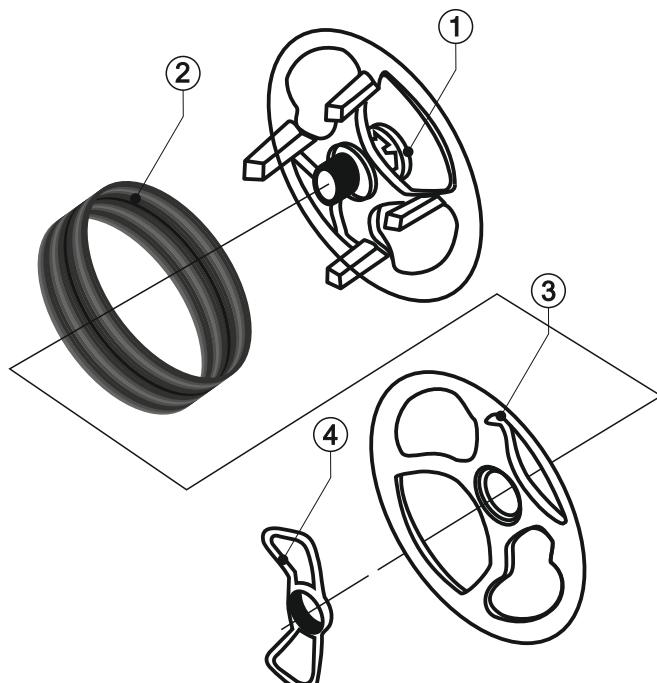

рис.3.6
Устройство загрузки сварочной проволоки представлено на рис.3.6.
Поскольку для сварки под флюсом используется сварочная проволока большого диаметра (до 6мм) масса мотков проволоки на тракторе до 25кг. Для загрузки используется специальная разборная катушка (см. рис.3.6).
- отвернуть стяжную гайку поз.4 рис.3.6;
- снять накидную щеку катушки поз.3 рис.3.6;